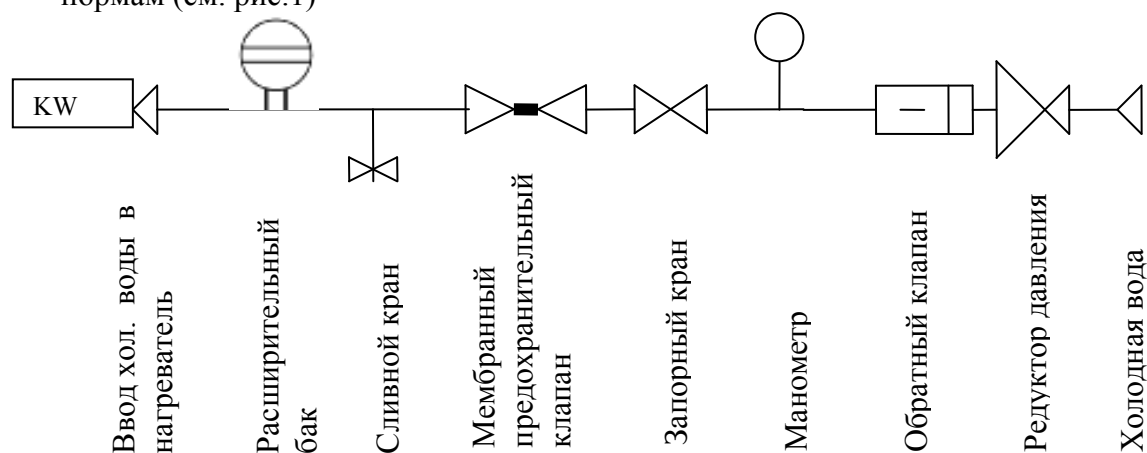

Рис.1
5.2 Подключение к системе водоснабжения осуществляется согласно действующим нормам (см. рис.1)